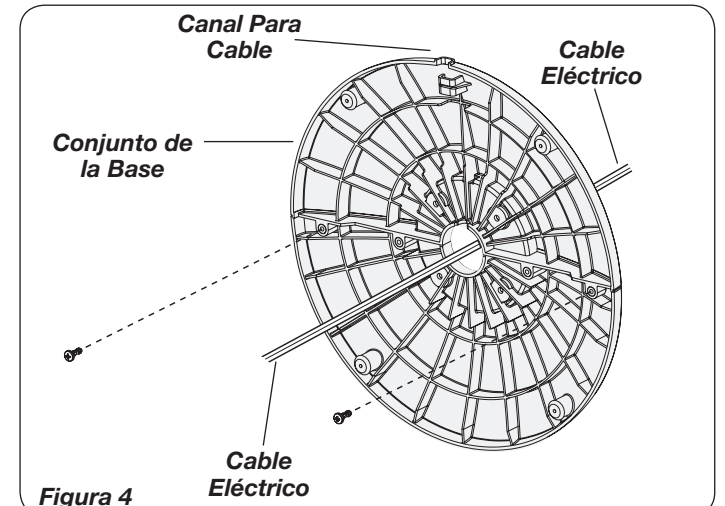

Figura 4
- Fije las mitades de la base con (2) tornillos M4 X 13 mm. Pase el **Cable Eléctrico** por el gran orificio que se encuentra del **Conjunto de la Base**. **NOTA:** El **Canal Para Cable** en la parte inferior de la base debe estar hacia la parte posterior del Calefactor. (Figura 4)